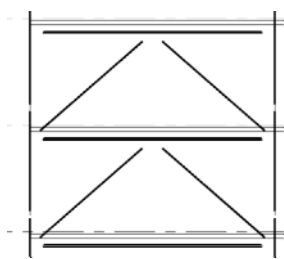

图 7-5 绘制支撑
(6) 按对角线方向移动指针以绘制支撑，并将鼠标指针靠近另一结构图元以捕捉到它。单击鼠标左键以放置终点，结果如图 7-5 所示。